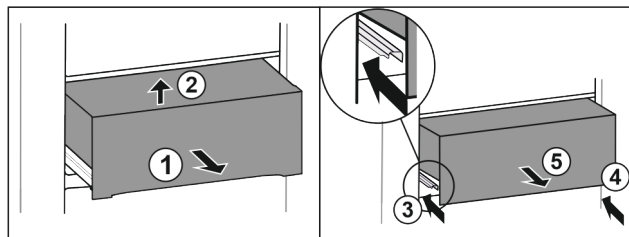

Fig. 43
- ▶ Lade er half uittrekken. Fig. 43 (1)
- ▶ Lade aan de voorkant optillen. Fig. 43 (2)
- ▶ Linker rail erin schuiven. Fig. 43 (3)
- ▶ Rechter rail erin schuiven. Fig. 43 (4)
- ▶ Lade naar voren toe verwijderen. Fig. 43 (5)